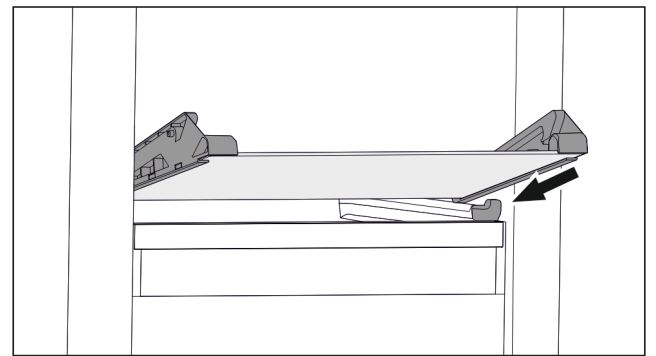

Fig. 71 Glasplatte des abklippbaren Schubfachs
- ▶ Glasplatte schräg hinter den Stoppern aufsetzen. (siehe Fig. 71)